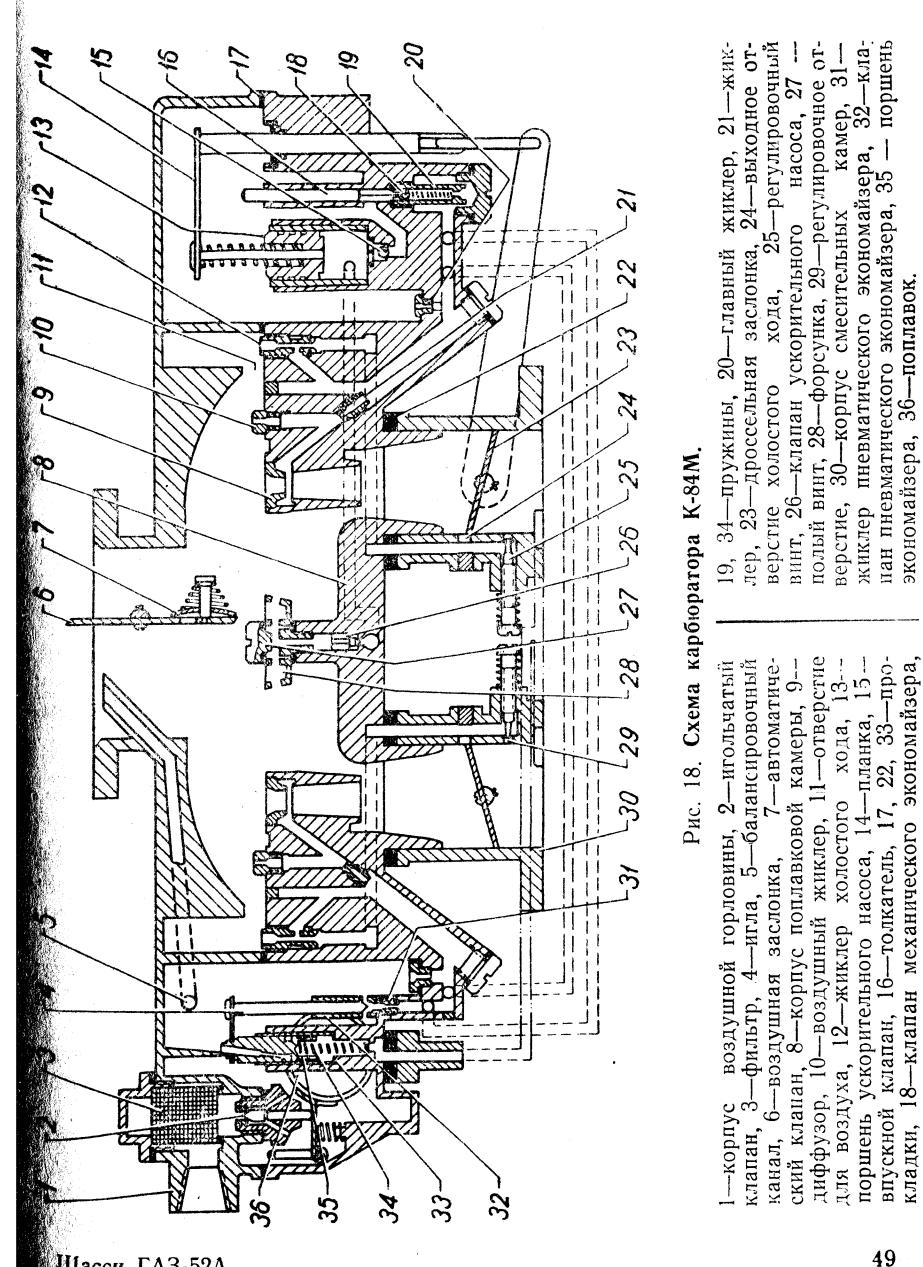

Рис. 18. Схема карбюратора К84М.
**Карбюратор** (рис. 18) типа К84М, сдвоенный с падающим потоком смеси, сбалансированной поплавковой камерой. Необходимый состав смеси получается за счет пневматического торможения топлива и применения двух клапанов экономайзера (с пневматическим и механическим приводами).